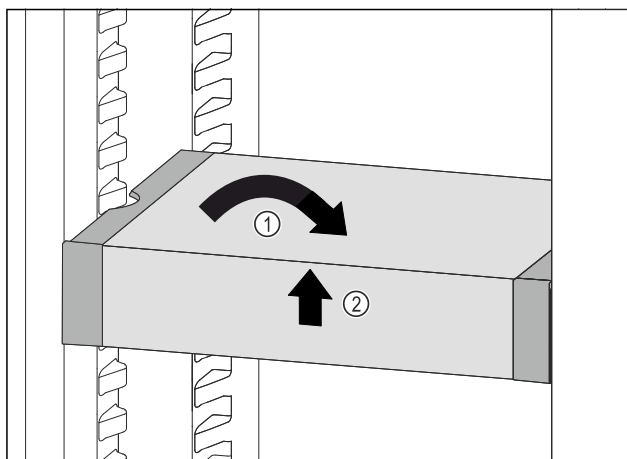

Fig. 81
- ▶ VarioSafe ustawić prosto. *Fig. 81 (1)*
- ▶ VarioSafe unieść z przodu. *Fig. 81 (2)*